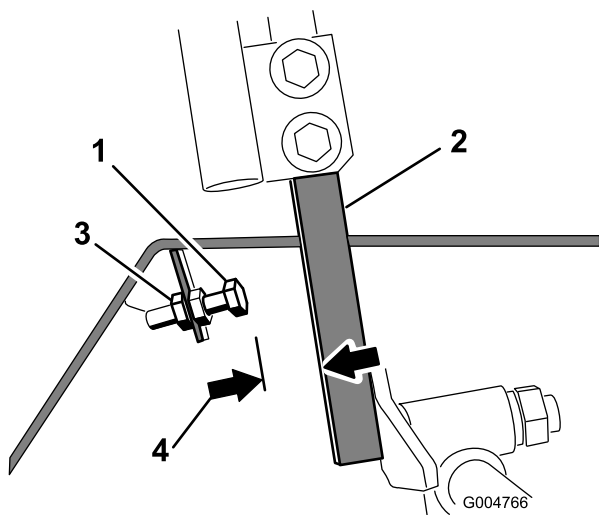

Bild 57
4. Lösen Sie die Klemmutter an der Anschlagschraube für einen Fahrtriebshebel (Bild 57).